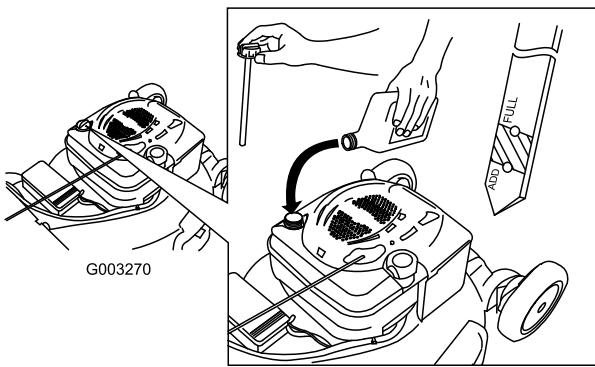

Figure 7
1. Retirez la jauge (Figure 7).
- Versez de l'huile **lentement** dans le goulot de remplissage pour faire monter le niveau de liquide jusqu'au repère du plein (Full) sur la jauge (Figure 7).